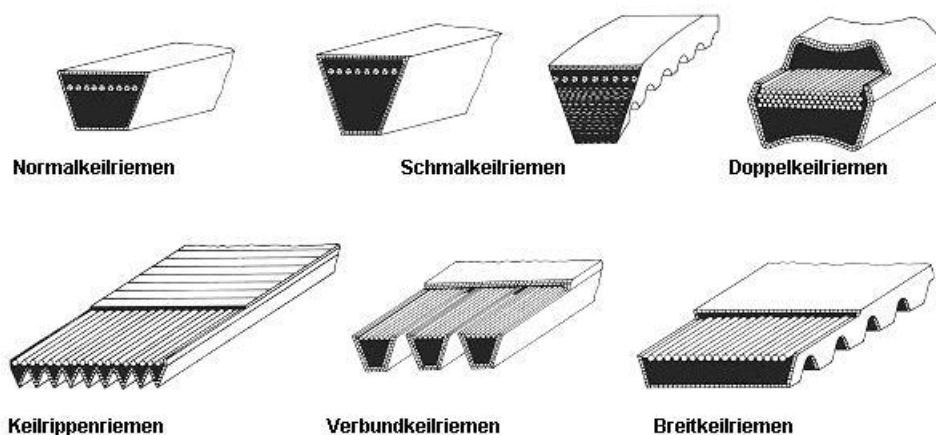

Abb. 3
c) Ausser den bereits genannten Keilriemenarten gibt es auch Sonderformen wie z.B. Verbundkeilriemen, Breitkeilriemen und Keilrippenriemen (Abb. 3).